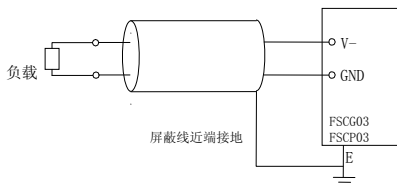

图 2-34 V-电源输出端子接线示意图
2.12.5 V-端子输出-10V/10mA 电源，其接线示意图如图 2-34 所示。